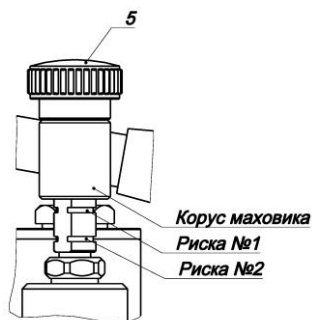

Рисунок 2 – Отсечной клапан
- перевести отсечной клапан (поз. 5) в режим создания давления, путем вращения маховика клапана по часовой стрелки до тех пор, пока не совместиться край корпуса маховика с первой риской №1 (рис. 2).
Перевести отсечной клапан (поз. 5) в режим создания давления, путем вращения маховика клапана по часовой стрелки до тех пор, пока не совместиться край корпуса маховика с первой риской №1 (рис. 2). Предварительное создание давления в системе осуществляется с помощью поступательных движений рукояткой (поз. 6) насосного блока (поз. 2) и вращения рукоятки (поз. 10) маховика клапана создания давления (поз. 11). По часовой стрелке – давление повышается, против часовой стрелки – давление понижается. Точное создание давление осуществляется отсечным клапаном в диапазоне движений корпуса маховика до риски №1. Положение корпуса маховика выше риски №1 соответствует сбросу давления. При
Режим работы системы при давлении **более 100 МПа** обусловлен повышенным износом клапанного блока, **рекомендуется** при давлениях **выше 100 МПа** отсекать насосный блок от повышенного давления путем вращения маховика отсечного клапана (поз. 5) по часовой стрелки до тех пор, пока не совместится край корпуса маховика с риской №2 (рис. 2).